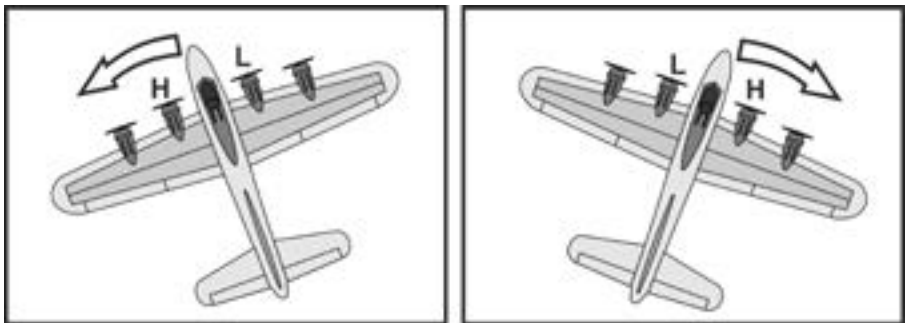

Bild 14
Wenn Sie nun das Modell um die Hochachse nach links drehen, müssen der linke Propeller schneller (H) und der rechte Propeller langsamer (L) laufen. Erfolgt eine Drehung nach rechts, müssen der rechte Propeller schneller (H) und der linke Propeller langsamer (L) laufen (siehe Bild 14). Auch jetzt sind die sich ändernden Motordrehzahlen sehr deutlich hörbar.